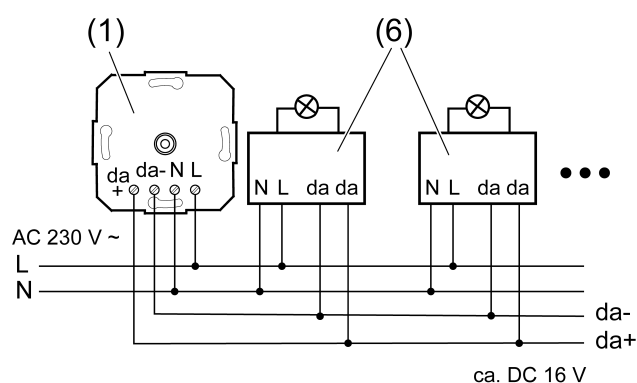
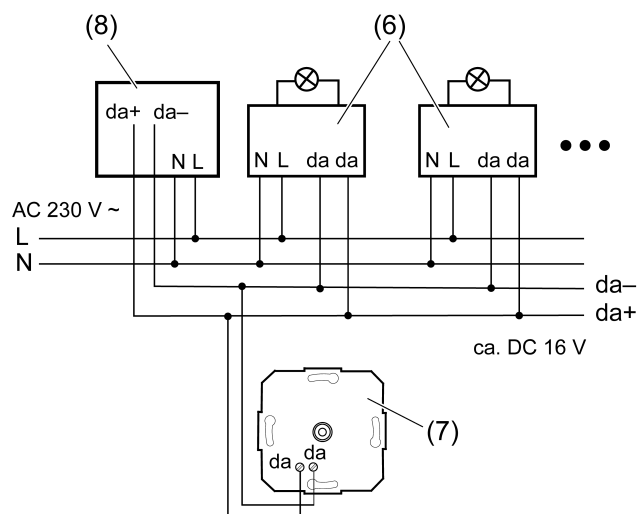
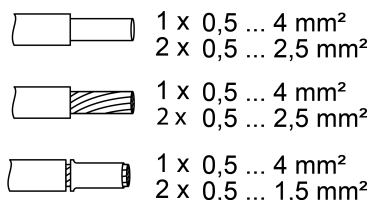

рисунок 3: Схема подключения поворотного блока управления DALI Power TW
рисунок 4: Схема подключения поворотного блока управления DALI TW
рисунок 5: Сечение провода под клемму
- Подключите поворотный блок управления DALI, блок электропитания DALI и DALI-EVG согласно примерам подключения (рисунок 3) и (рисунок 4). При этом необходимо соблюдать данные изготовителя EVG и сечение провода под клемму (рисунок 5).